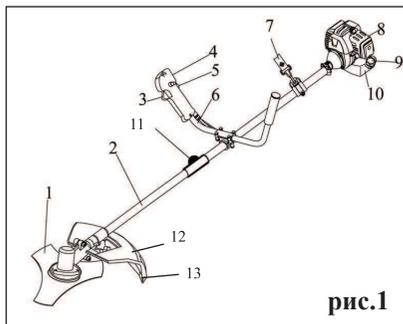

рис.1
5.1 Общий вид бензокосы схематично представлен на рис. 1
6.3.1 Возьмите правую и левую части рукоятки 6 (рис.1) и установите на штангу гибкого вала 2 (рис.1)
Внимание! Перед работой, не забудьте снять с ножа ограничителя длины лески 13 (рис. 1) защитный чехол. Соответственно, по окончании работы наденьте чехол обратно.